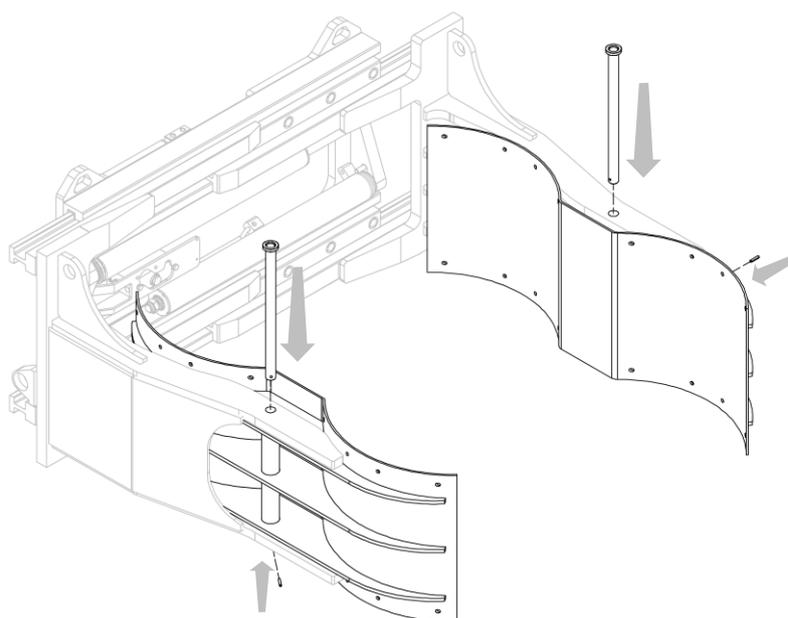
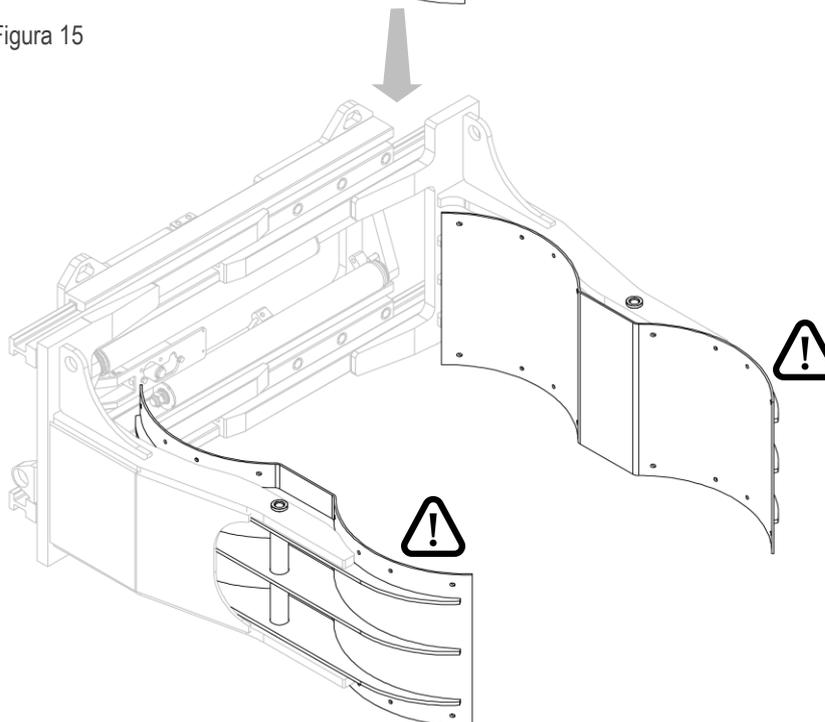

Figura 15
Figura 16
3. Montare le ganasce sulle forcelle, attraverso gli appositi perni e spine elastiche di bloccaggio (vedi *Figura 15* e *Figura 16*).